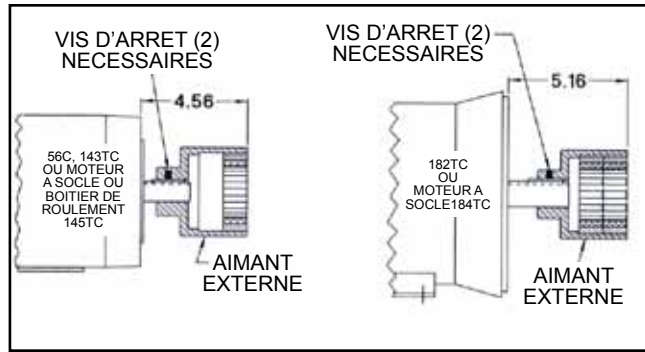
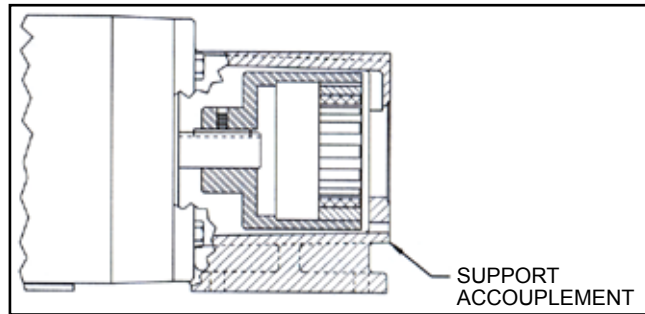

FIGURE 27
FIGURE 28
1. Vérifiez qu'aucun objet métallique ne soit attaché aux aimants. Retirez les corps étrangers. Situez l'aimant externe selon ses dimensions (Voir Figure 27).
2. Montez le support d'accouplement sur le moteur (ou boîtier de roulement) et fixez avec 4 vis (Figure 28). Avancez la main et faites tourner les aimants manuellement afin de vérifier l'absence de toute interférence. En cas de frottement, vérifiez la dimension à la Figure 27 ou contactez l'usine.